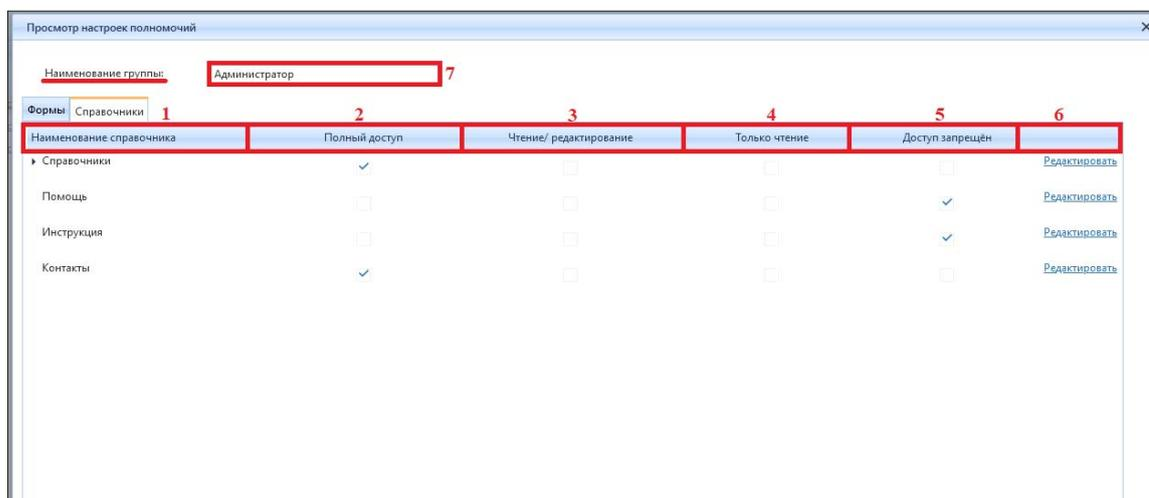

Рисунок 4.1.13 – Интерфейс вкладки «Справочники»
Для просмотра полномочий группы пользователей по справочной информации перейдите во вкладку (блок 3) «Справочники» (рис. 4.1.13).
На рис. 4.1.13 представлен интерфейс вкладки «Справочники» в виде таблиц:
- для записи «Наименование группы:» в поле (7) (рис. 4.1.13) представлено наименование группы пользователей, к которой применяются настройки полномочий;
- в колонке (1) «Наименование справочника» (рис. 4.1.13) содержатся записи, соответствующие наименованиям справочников и вспомогательным элементам меню в Системе;
- в колонке (2) «Полный доступ» (рис. 4.1.13) содержатся чек-боксы для установки доступа к справочникам с помощью признака. Настройка в колонке «Полный доступ» позволяет группе пользователей просматривать информацию в справочнике, пользоваться опциями:
- в колонке (3) «Чтение/редактирование» (рис. 4.1.13) содержатся чек-боксы для установки доступа к справочникам с помощью признака. Настройка в колонке «Чтение/редактирование» позволяет группе пользователей просматривать информацию в справочнике, пользоваться некоторыми опциями формы:
- в колонке (4) «Только чтение» (рис. 4.1.13) содержатся чек-боксы для установки доступа к справочнику с помощью признака. Настройка в колонке «Только чтение» позволяет группе пользователей просматривать информацию в справочнике;
- в колонке (5) «Доступ запрещен» (рис. 4.1.13) содержатся чек-боксы для установки доступа к справочнику с помощью признака. Настройка в колонке «Доступ запрещен» запрещает группе пользователей доступ к справочнику;
- в безымянной колонке (6) (рис. 4.1.13) содержатся функциональные ссылки для управления доступа к форме.